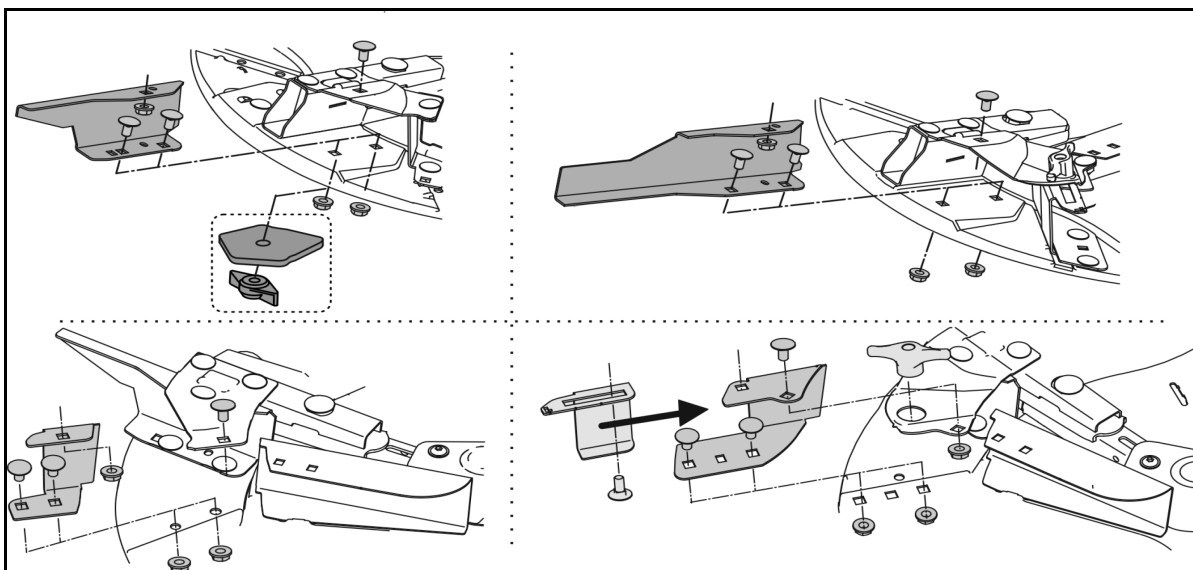

Рис. 69
2. Разгрузите пружины (Рис. 69/1), ослабив гайки (Рис. 69/2).